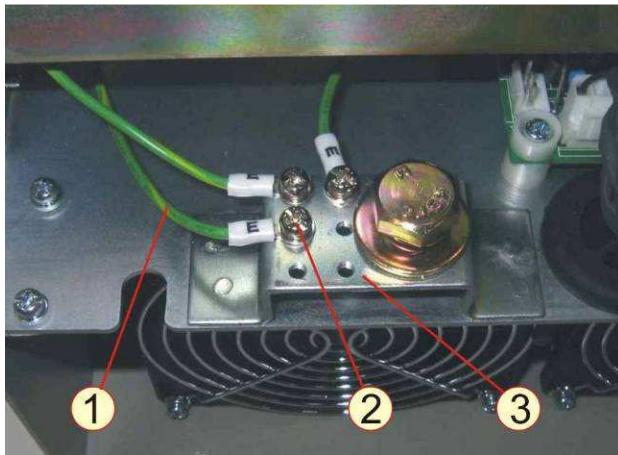

Рисунок 6.11
6.5.3 Выкрутить винт 2 крепления наконечника провода 1 на площадке 3 (рисунок 6.11).
Примечание – Определить выход провода 1 (рисунок 6.11), протягивая провод.